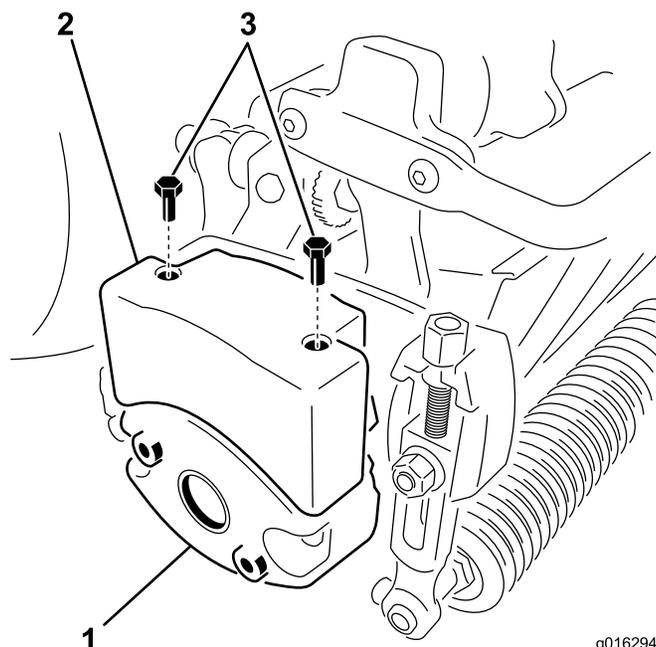

図 10
4. ウェイトをカッティングユニットの側面に固定しているボルト2本を外す 図 10。
6. カッティングユニットのウェイトに上部ウェイトを取り付ける六角ヘッドねじ2本を使用する 図 10。